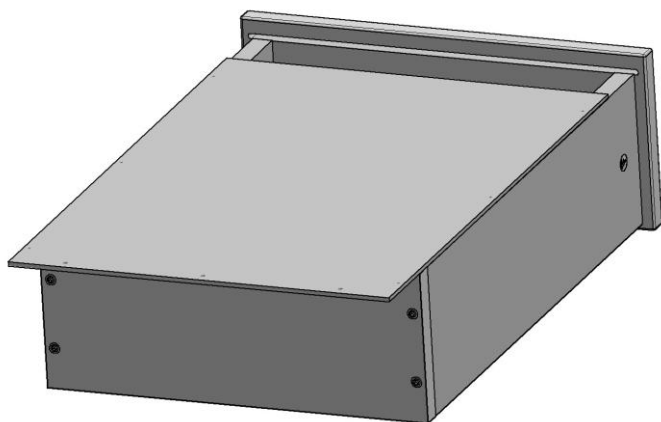

Рис. 13
4.2.4. В паз стенки передней вставить дно ящика (поз. 11) (см. рис. 13), выровнять, и прикрутить саморезами с прессшайбой 4,2x16 остр. (см. рис. 13а).
Рис. 13а